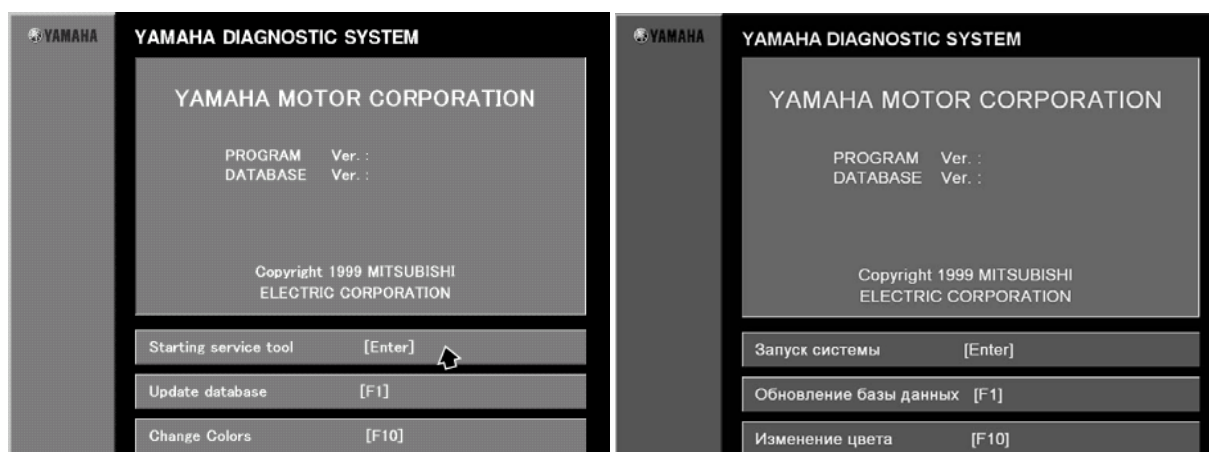

Рис. 58
1.С отсоединенным адаптером, запустите Диагностическую Систему Yamaha на вашем компьютере. Затем щелкните **запуск системы[Enter](Starting service tool [Enter])**, или нажать Enter. (Рис. 58)